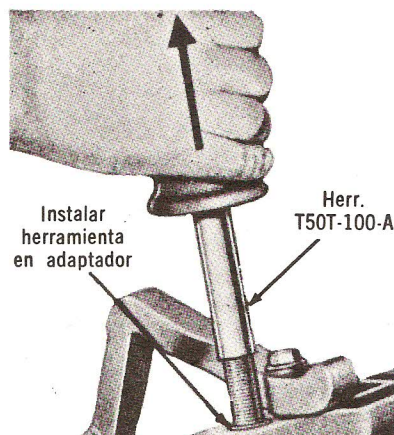

Fig. 18 — Desmontaje de Adaptador para Unidad Emisora. Típico
2. Apriete la tuerca de seguridad contra el adaptador (Fig. 18).